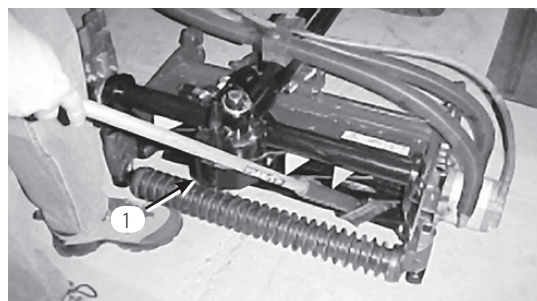

図 73
8. 長柄のブラシ(トロ P/N29-9100)で、ラッピングコンパウンドを塗布しながら作業する。どんな場合でも短い柄のブラシは使用しないこと(図73)。